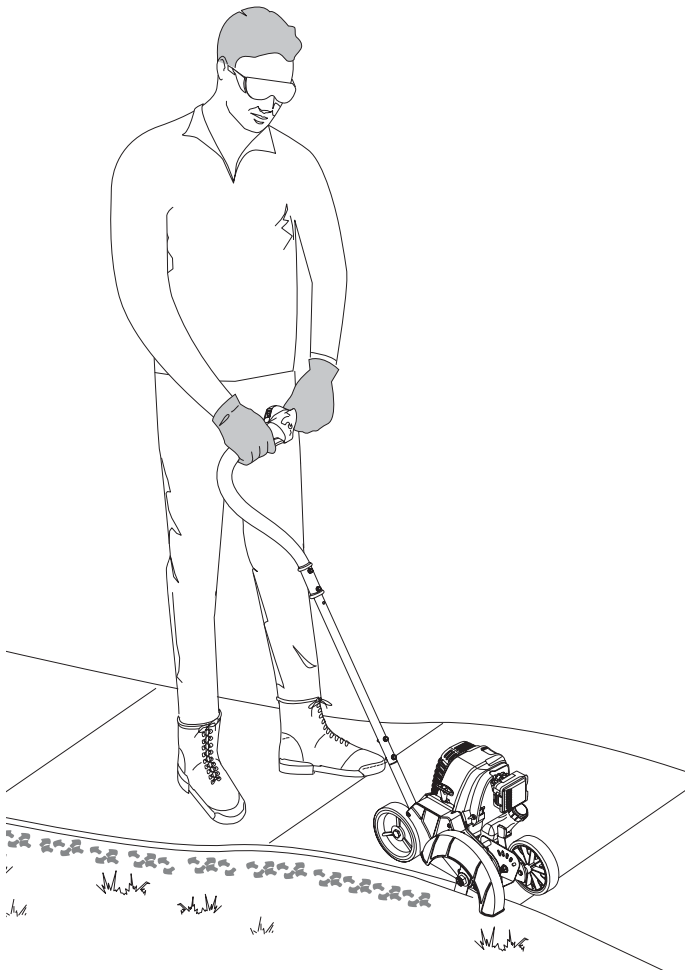

Fig. 12
**ADVERTENCIA:** Evite los arranques accidentales. Colóquese en posición de inicio cuando tire de la cuerda de arranque (Fig. 12). El operador y la unidad deben estar en una posición estable al arrancar la unidad para evitar graves lesiones personales.
Antes de hacer funcionar la unidad, párese en la posición de funcionamiento (Fig. 12). Compruebe lo siguiente: